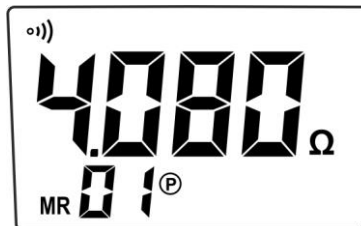

Abb. 29: Displayaufruf der Messergebnisse
2. Drücken und halten (>2s) Sie die Taste **“MEM”** Taste für den Zugriff auf den Speicherbereich. Das Instrument zeigt die letzte abgespeicherte Messung und das Symbol **“MR”** (siehe Abb.29)